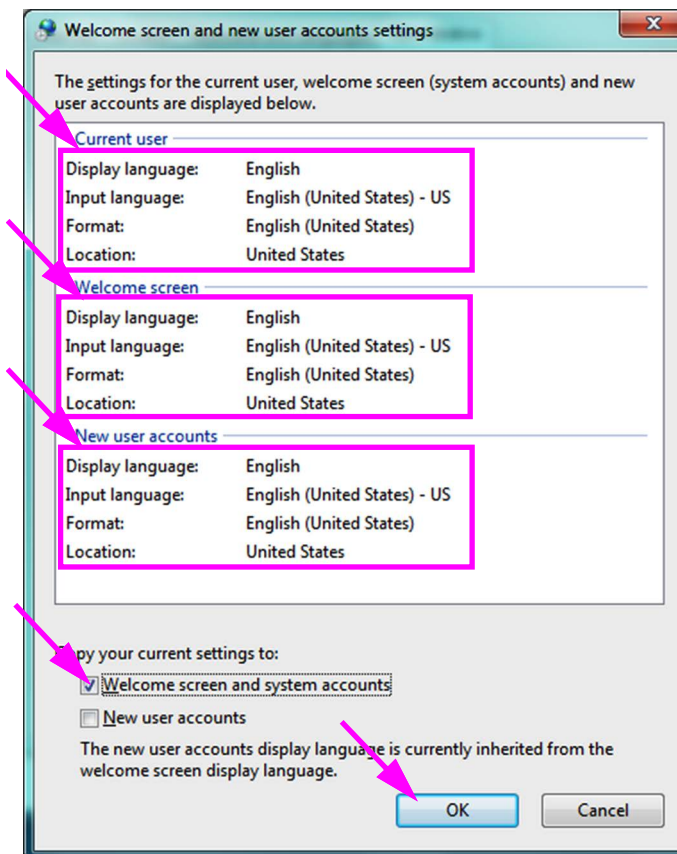

Abbildung C-17. Bildschirm „Welcome Screen and New User Account Settings“ (Willkommensseite und Einstellungen für neues Benutzerkonto)
8. Der Bildschirm „Welcome screen and new user account settings“ (Willkommensseite und Einstellungen für neues Benutzerkonto) wird angezeigt (vgl. Abbildung C-17).
9. Bestätigen Sie, dass die Formatfelder zu der in Abschnitt C.4.1 ausgewählten Sprache und die Eingabesprachenfelder zu der in Abschnitt C.4.2 ausgewählten Sprache passen (vgl. Abbildung C-17).